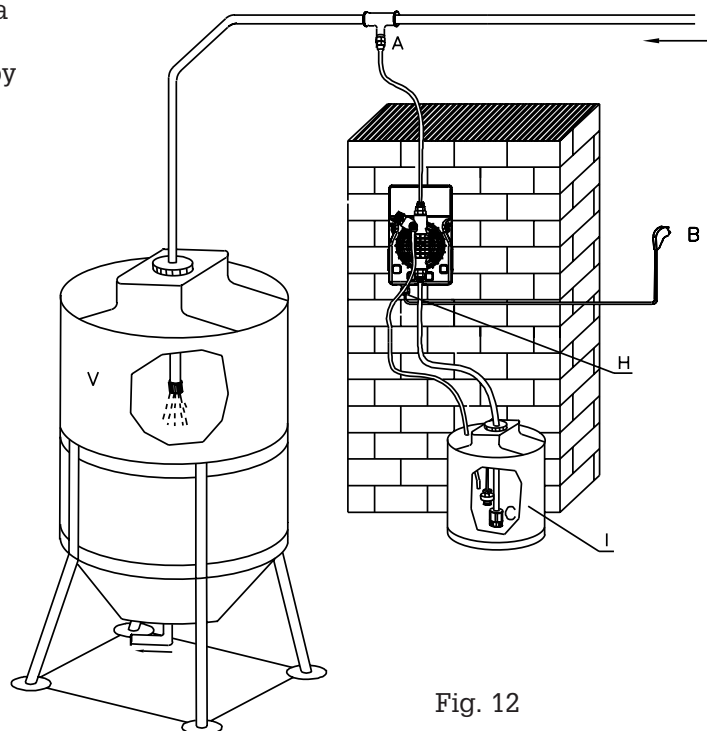

Fig. 12
6.2 - ESQUEMA DE INSTALAÇÃO TÍPICA (Fig. 12)
Devido à sua robustez, as bombas praticamente não têm avarias mecânicas. Em alguns casos pode-se verificar perdas de líquido pelos nipples de ligação dos tubos de descarga/sucção. Raramente se produzem perdas causadas pela ruptura da membrana ou por desgaste da guarnição hermética da mesma. Nestes casos, os componentes devem ser substituídos. Para tal desapertar os 4 parafusos do cabeçote da bomba (fig.12), substituir a membrana e/ou guarnição da mesma, voltar a apertar os 4 parafusos. Uma vez eliminada a perda, é necessário limpar a bomba dosadora, removendo possíveis resíduos de aditivo que podem danificar a caixa da bomba.